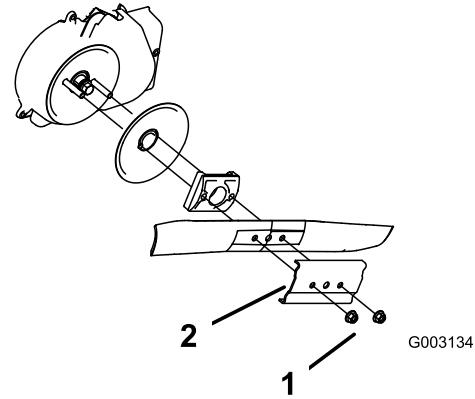

Figure 44
4. Déposez la lame (Figure 44).
5. Posez la nouvelle lame (Figure 44).
3. Retirez les 2 écrous de la lame et le renfort (Figure 44).